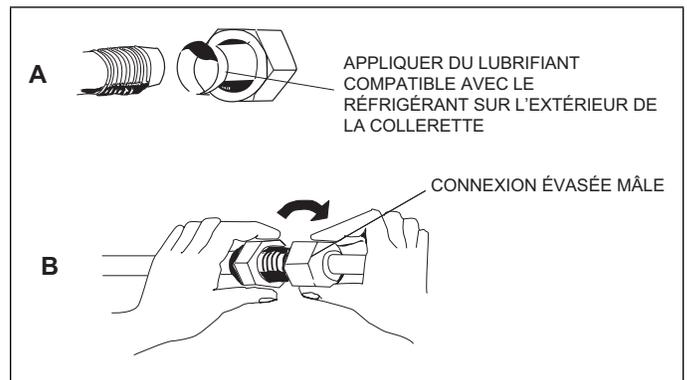

Figure 23. Réalisation des connexions mâles-femelles
15. Aligner les conduites de réfrigérant évasées sur les connexions filetées. Commencer par serrer légèrement les écrous évasés pour assurer qu'ils s'engagent correctement comme illustré à la «Figure 23. Réalisation des connexions mâles-femelles».